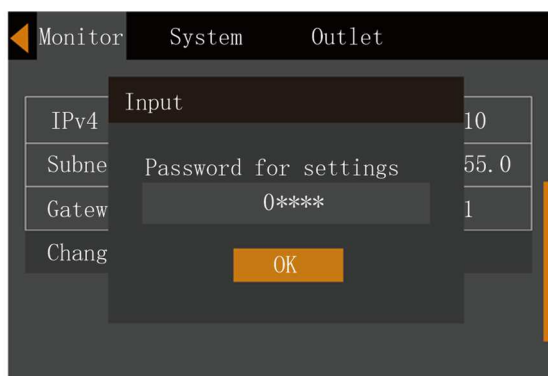

Figura 5-26 Contraseña de ajustes
3. Pulse la tecla , aparecerá la interfaz que se muestra en la Figura 5-26.